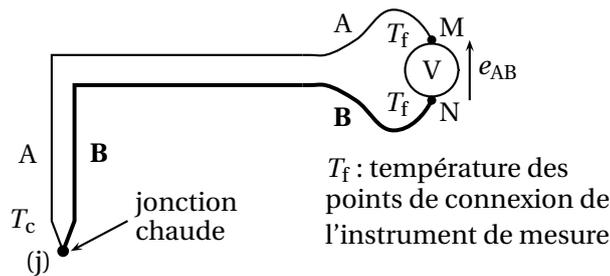

FIGURE I-2 – Thermocouple sans température de référence
23. Pour des mesures courantes de température, on peut n'utiliser que la soudure chaude à la température  $T_c$  et connecter directement les extrémités aux points de connexion du microvoltmètre considérés comme une source froide à la température locale  $T_f$  (figure I-2).